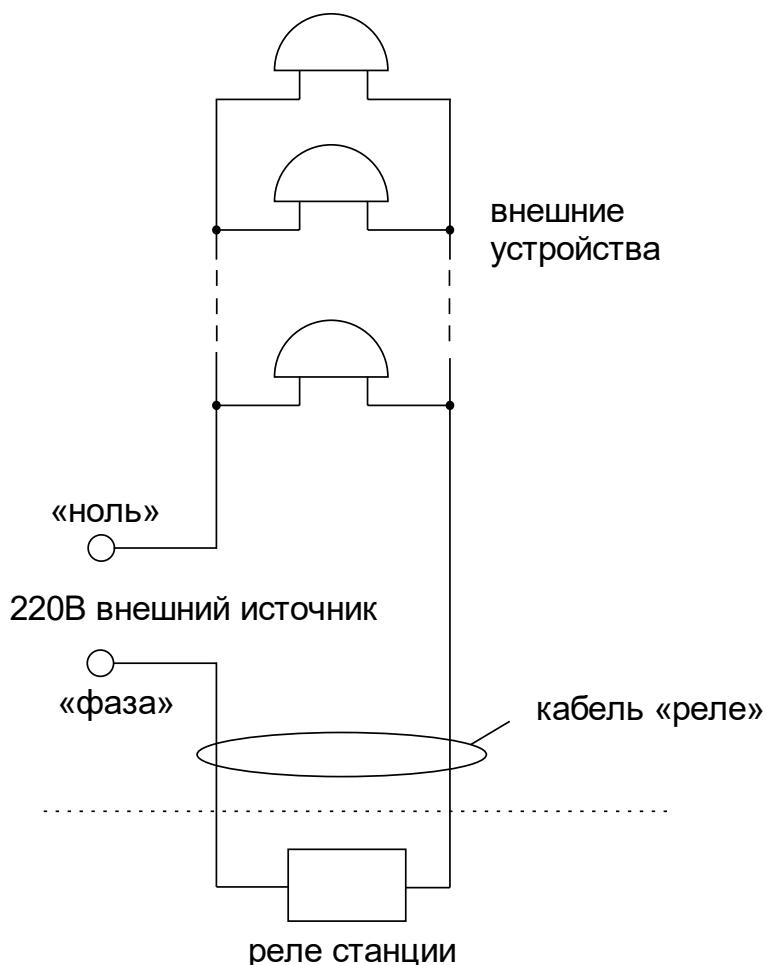

Рис. 1.
Должны быть смонтированы две линии включения внешних устройств по схеме рис. 1. В соответствии с рис. 1 питание на внешние устройства должно подаваться извне (не используется электропитание часовой станции). При этом реле часовой станции замыкают (подключают) фазу внешнего электропитания на внешние устройства каждого канала в соответствии с установленной программой.
4.5. Кабели «Реле 1» и «Реле 2» необходимо подсоединить к цепи включения внешних устройств через отдельную клеммную коробку следующим образом (см. рис. 1). На один из проводов кабеля «Реле» необходимо подать «фазу» внешней питающей электросети 220 В, предназначеннной для питания внешних устройств данного канала; второй конец кабеля «Реле» подключить непосредственно к одному из входов питания внешних устройств данного канала; другой вход питания внешних устройств данного канала подключить на «ноль» питающей электросети 220 В. Все внешние устройства одного канала должны быть соединены друг с другом по входам электропитания параллельно. К внешним устройствам относятся, например, школьные звонки громкого боя.